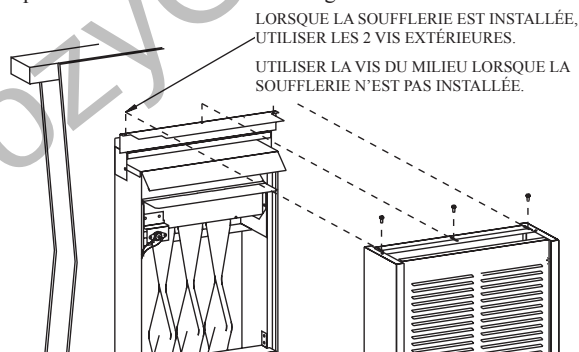

Figure 11
9. Attacher la paroi extérieure au collecteur. Attention: Le trou du milieu ne servira pas. Les deux trous libres extérieurs seront utilisés pour attacher la paroi extérieure au collecteur. (1) vis de l'Étape 4 et (1) vis du paquet de quincaillerie. Référez-vous à la Figure 11.